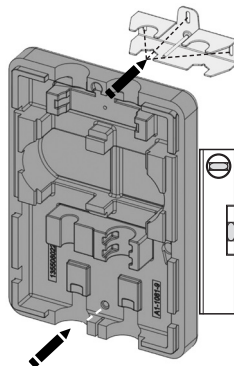

Abb. 5
5. Wandhalterung (6) und Unterschale (7) lotrecht an Wand anhalten, um sie als Bohrschablone zu nutzen (Abb. 5).
6. Bohrungen einzeichnen, bohren und mitgelieferte Dübel einsetzen (Abb. 5).